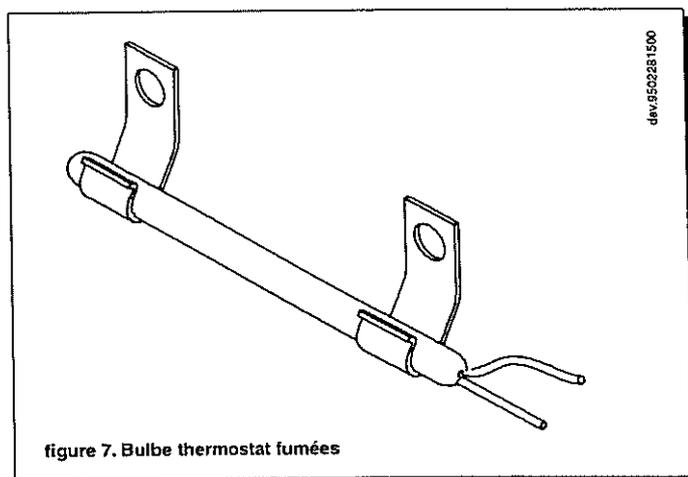

figure 7. Bulbe thermostat fumées
- Extraire le bulbe du thermostat fumées de la pince de fixation (voir Figure 7).